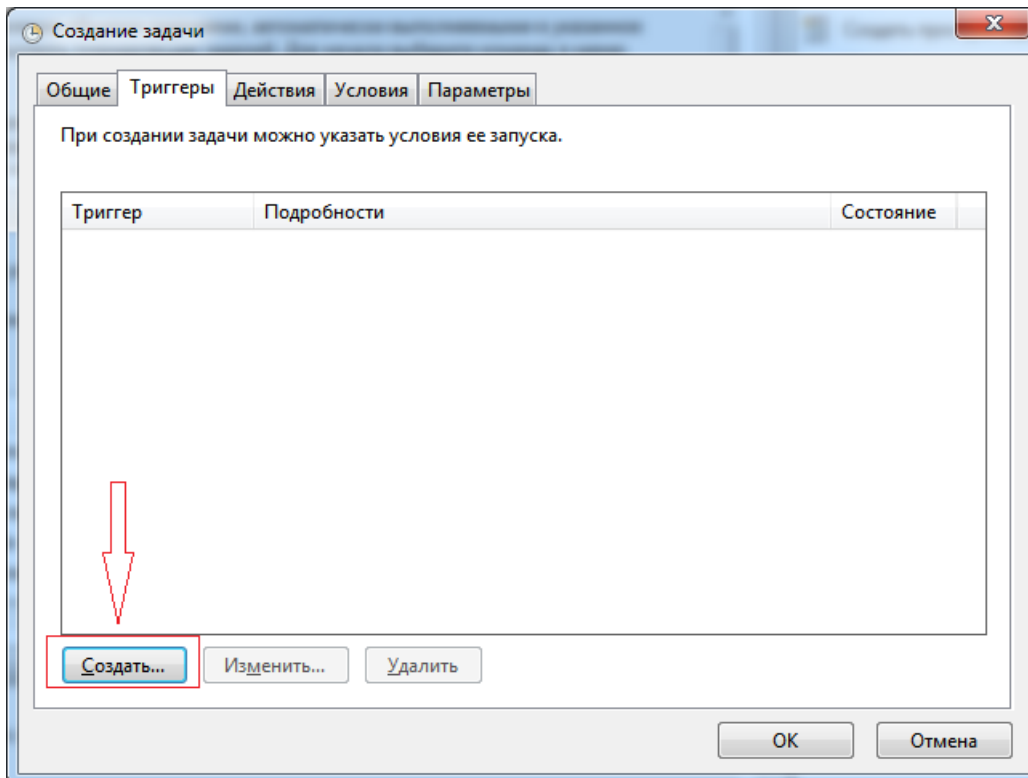

Рисунок 3.23 - Вкладка "Триггеры"
5. Во вкладке "Триггеры" необходимо создать условие, при котором будет выполняться данная задача. Нажмите кнопку "Создать" (см. рис. 3.23).